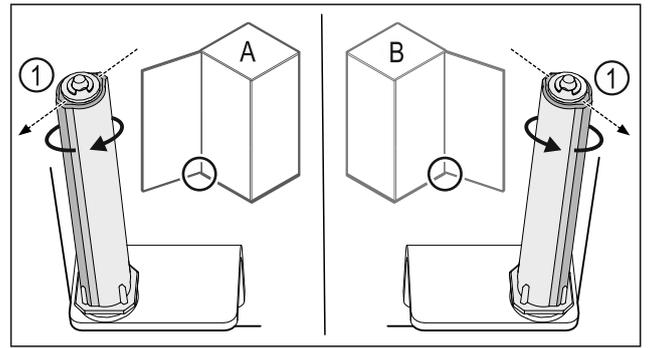

Fig. 39 Tope izquierdo (A) / tope derecho (B)
- ▶ Girar el sistema de cierre contra la resistencia hasta que el alma del sistema de cierre Fig. 39 (1) apunte hacia afuera.